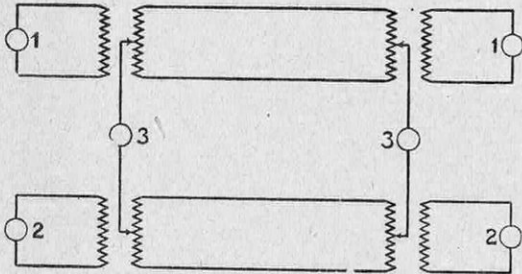
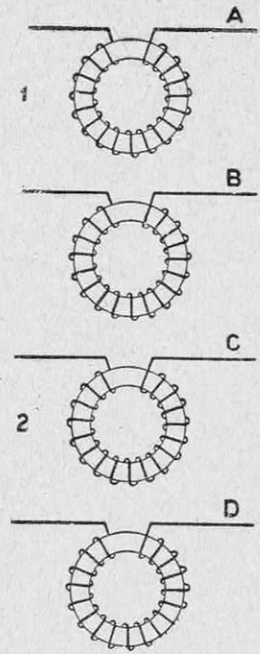
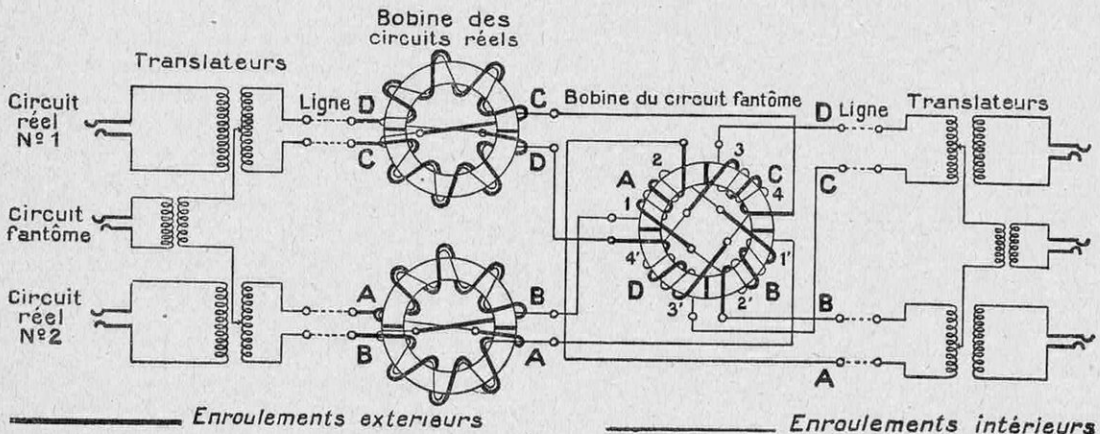

FIG. 7. - CIRCUIT RÉEL ET CIRCUIT FANTÔME, OU COMBINÉ
FIG. 8. - CHARGEMENT D'UNE « QUARTE » AVEC DES BOBINES UNIFILAIRES
FIG. 9. — CHARGEMENT D'UNE « QUARTE » AU MOYEN DE TROIS BOBINES
donner une idée, ne fût-ce que pour montrer que les taxes téléphoniques, qui nous paraissent lourdes, rémunèrent des services fort compliqués. Nous avons dit que les fils sont groupés par quatre, de façon à permettre trois communications, dont l'une est constituée par le « circuit-fantôme » (1) (fig. 7), à cheval sur les deux paires de fil. On peut, et c'est la solution la plus simple, mettre une bobine de self sur chacun des quatre conducteurs d'une quarte, à condition d'établir entre les bobines certaines relations que la théorie fait connaître. Cette méthode (fig. 8), appliquée sur la ligne de Lyon à Saint-Étienne, n'est pas la plus courante ; celle qui est généralement adoptée ne comporte que trois bobines pour quatre fils, mais la figure 9, qui la représente schématiquement, fait apparaître la complication des montages auxquels on est conduit.